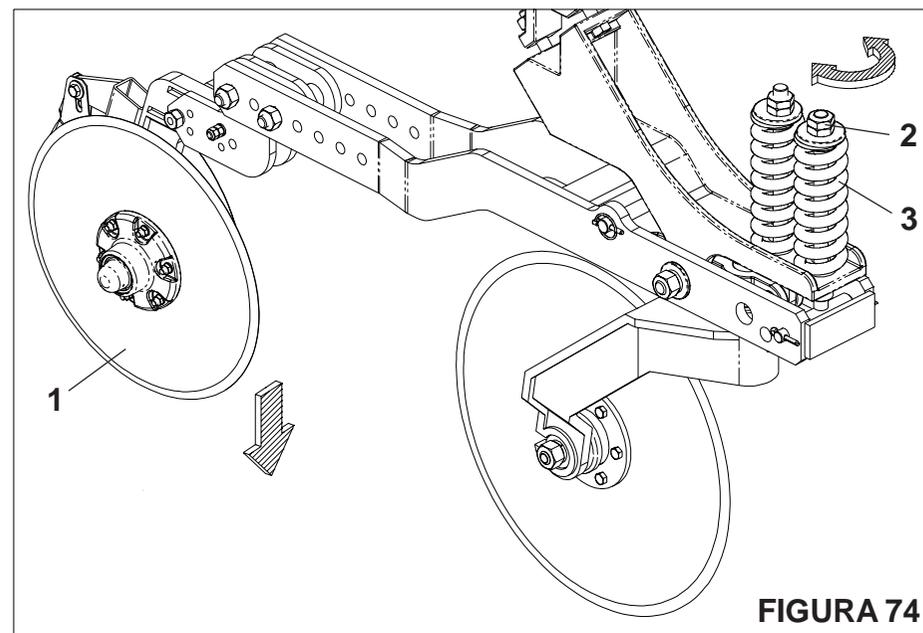

FIGURA 74
**REGULAGEM DE PRESSÃO DO DISCO DUPLO ( FIGURA 74 )**
- Para regular a pressão do disco do duplo (1), proceda da seguinte forma:
- Gire a porca (2) no sentido horário, para maior pressão na mola (3).
- Gire a porca (2) no sentido anti-horário, para menor pressão na mola (3).